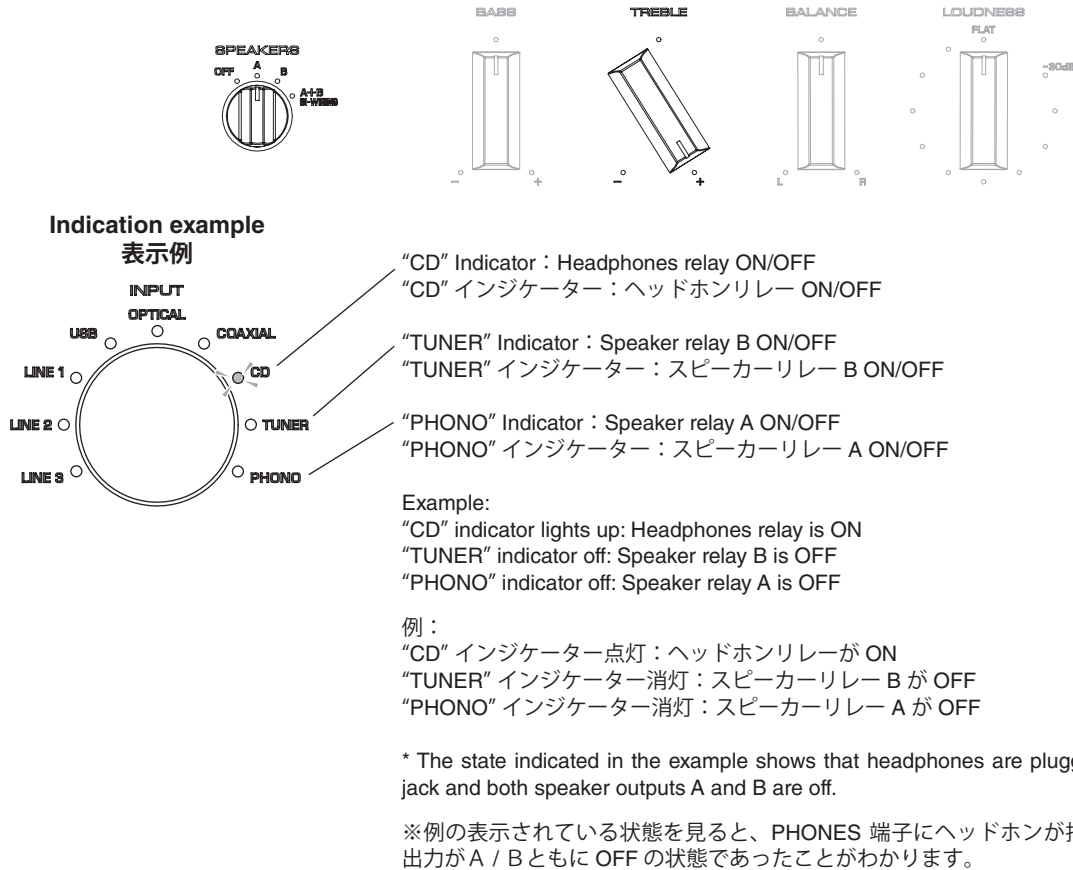

Fig. 15
Turn the "TREBLE" knob to "+" and the "SPEAKERS" knob to "A". (Fig. 15)
The ON/OFF states of speaker relays A/B (RY101 and RY102 on MAIN (1) P.C.B.) and the headphones relay (RY103 on MAIN (1) P.C.B.) when a protection function is activated are indicated using the "INPUT" indicators. (Fig. 15)
つまみを "A" の位置にします。(Fig. 15)
プロテクションが働いた時のスピーカーリレーの A/B (MAIN (1) P.C.B. の RY101,RY102) およびヘッドホンリレー (MAIN(1) P.C.B. の RY103) の ON/OFF の状態が "INPUT" インジケーターを使って表示されます。(Fig. 15)